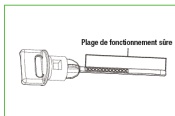

Fig. 3
- Le niveau d'huile doit se situer au niveau du repère sur la jauge, de préférence entre le milieu et le niveau supérieur de la plage spécifiée. (Fig. 3)